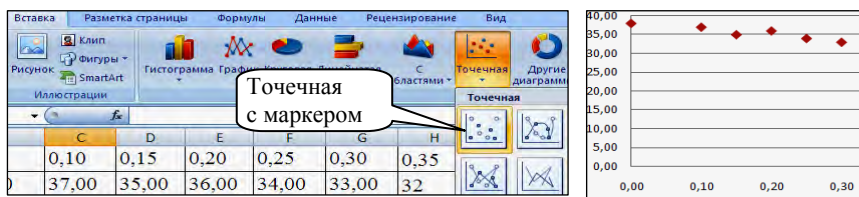

Рис. 5.1. Построение точечной диаграммы
1. На основании исходных данных построить точечную диаграмму с помощью команды *Вставка* → *Точечная* → *Точечная с маркером* (рис. 5.1).